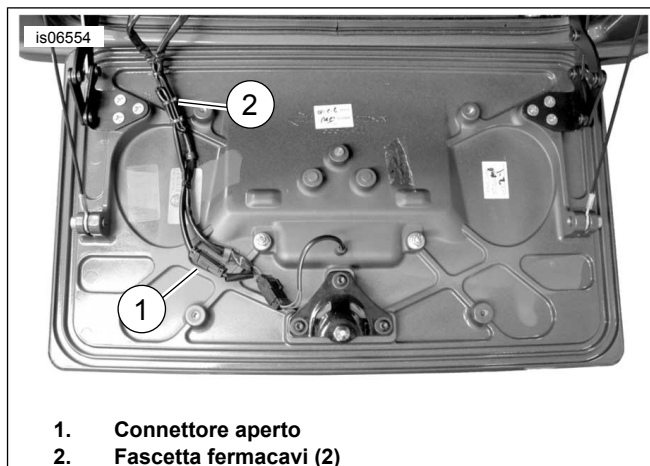

Figura 3. Collegamento della luce del vano portaoggetti (modelli 2011 ed anni successivi)
10. **Modelli 2014 ed anni successivi:** Collegare il connettore del cablaggio della luce del vano portaoggetti al connettore [263A] della luce del vano portaoggetti aperto, vicino al connettore della luce della targa [233B] sullo sportello del vano. **Modelli 2011-2013:** Vedere Figura 3. Collegare il connettore del cablaggio della luce del vano portaoggetti al connettore aperto (1) sullo sportello del vano portaoggetti. **Modelli 2010:** Collegare il cablaggio della luce del vano portaoggetti al cablaggio della luce della targa sullo sportello del vano. **Modelli 2009:** Collegare il cablaggio della luce del vano portaoggetti al cablaggio della luce posteriore del veicolo: